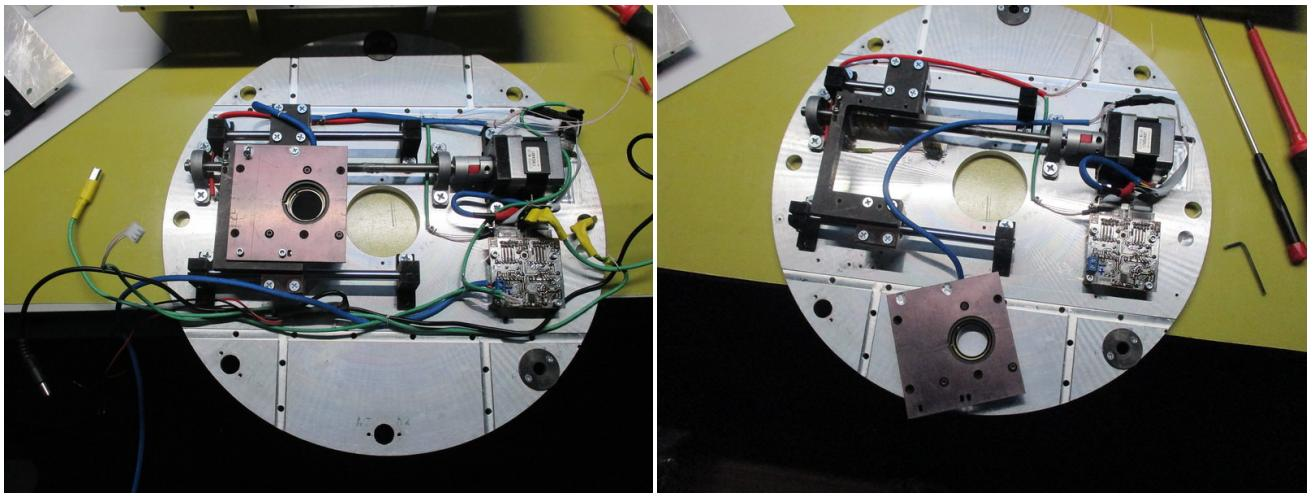

Рис. 24: Снятие ротатора четвертьволновой пластины.
**13.** Отсоединить с фланца прибора всю проводку. Открутить винты, крепящие пластины ротора фазовой пластины к С-образному кронштейну и снять пластину с ротором (см. рис. 24).